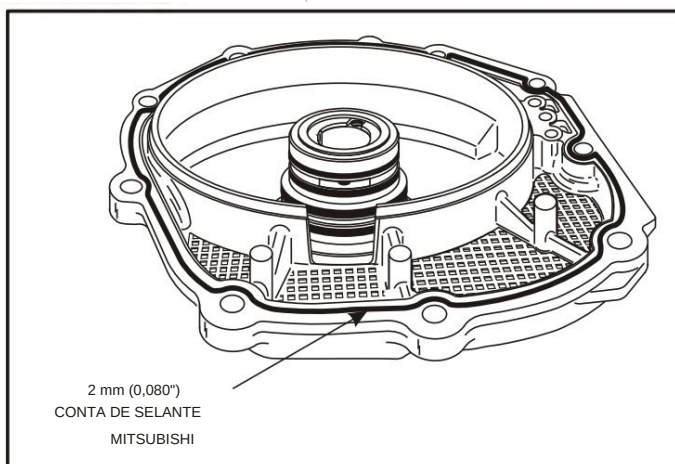

Figura 190
76. Aplique um cordão de 2 mm (0,080") do Mitsubishi selante, número de peça MD974421, ou equivalente, na tampa traseira, conforme mostrado na Figura 190.